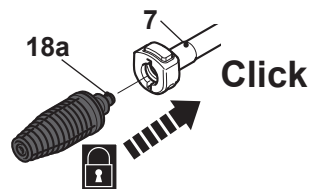

Fig. 5
3. Alinhe as linguetas (18a) do bico com as ranhuras da lança de extensão (7) porta de conexão (Fig. 5).